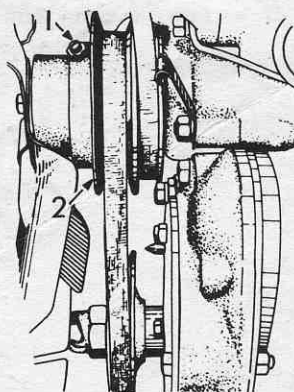

Fig. 25. — Réglage de la courroie de ventilateur
Pour régler la tension de la courroie de ventilateur: desserrez la vis(1) après avoir débloqué l'écrou. (fig. 25).